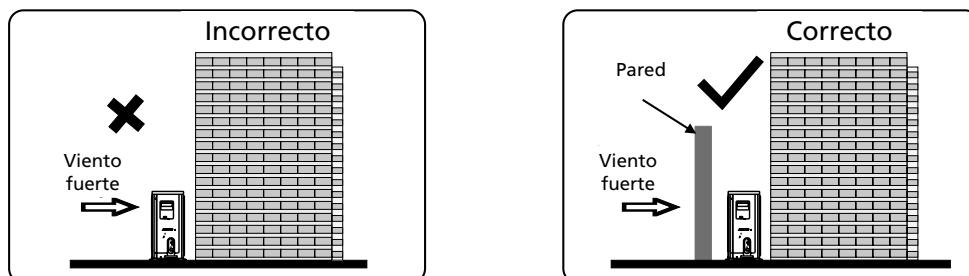

Figura 5
- En caso de que el lugar de instalación esté expuesto a fuertes vientos tales como el del mar, asegúrese que el ventilador funcione correctamente colocando la unidad longitudinalmente a la pared o usando unas placas protectoras. Consulte la figura 5.